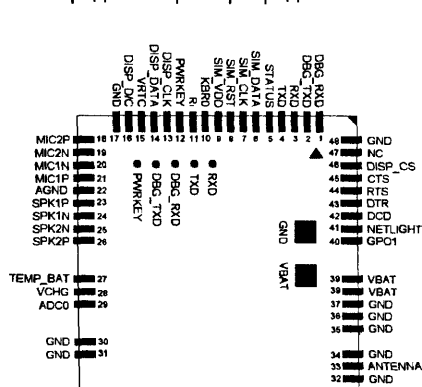

Рис.3 SIM300D
Схема размещения выводов GSM-модуля SIM300D показаны на рис.3. С верхней стороны модуля размещены выводы последовательного интерфейса для обновления программного обеспечения модуля (DBG_TXD, DBG_RXD), основная часть последовательного интерфейса связи (TXD, RXD), вывод статуса модуля (STATUS), выводов интерфейса SIM-карты (SIM_DATA, SIM_CLK, SIM_RST, SIM_VDD), вывод сигнализации о входном звонке (RI), вывод включения/выключения прибора (PWRKEY), выходы интерфейса внешнего дисплея (DISP_CLK, DISP_DATA, DISP_D/C), вывод для подключения внешней батареи питания встроенных часов реального времени (VRTC), вывод сигнальной «земли» (GND). С правой стороны модуля размещены выводы для подключения микрофонов (MIC2P, MIC2N, MIC1N, MIC1P), динамиков (SPK1P, SPK1N, SPK2P, SPK2N), «земля» для аудио-сигналов (AGND), вывод для напряжения зарядки аккумулятора (VCHG) и контроля его температуры (TEMP_BAT), вход внутреннего АЦП (ADC0), выходы цифровой «земли» (GND). С левой стороны размещены выводы для подключения антенны (ANTENNA) и «земли» антенны (GND), выводы для подключения аккумуляторной батареи (VBAT, GND), управляемый цифровой вывод (GPIO1), вывод сигнального светодиода (NETLIGHT), часть дополнительных выводов последовательного интерфейса связи (DTR, RTS, CTS), вывод управления внешним дисплеем (DISP_CS) и вывод цифровой «земли» (GND). Кроме того, выходы питания и основные выходы последовательного интерфейса выведены на подложку модуля и могут использоваться для тестирования модуля.